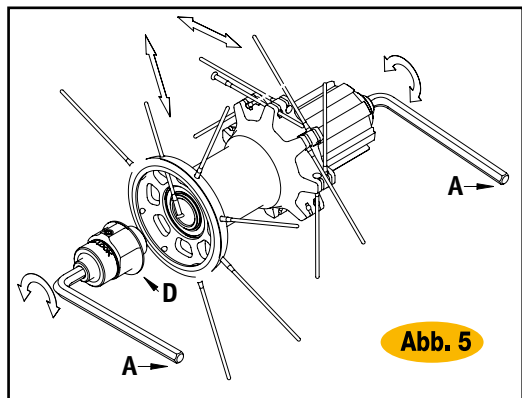

Abb. 5
- Zwei Inbusschlüssel (A) bis zum Anschlag in die Nabenenden einführen. Die Schlüssel gegen den Uhrzeigersinn drehen.
- o Den beweglichen Teil und danach die zu ersetzende Speiche herausziehen und die neue Speiche einsetzen (Abb.5).